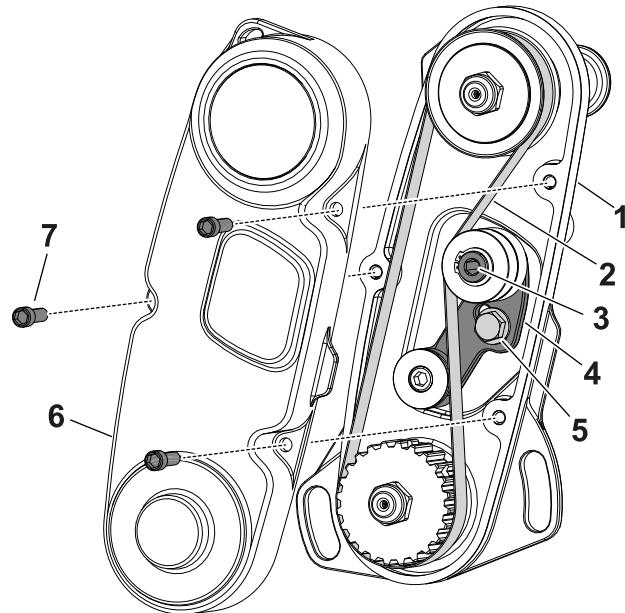

Figura 16
1. Retire a cobertura da correia para expor a correia (Figura 16).
2. Desaperte o parafuso do braço intermédio e rode o braço (Figura 16) para libertar a tensão na correia.
- Retire a correia (Figura 16).
- Instale a correia e tensione a correia aplicando 6 a 7 N·m no hexagonal interno do braço intermédio mostrado na Figura 16.